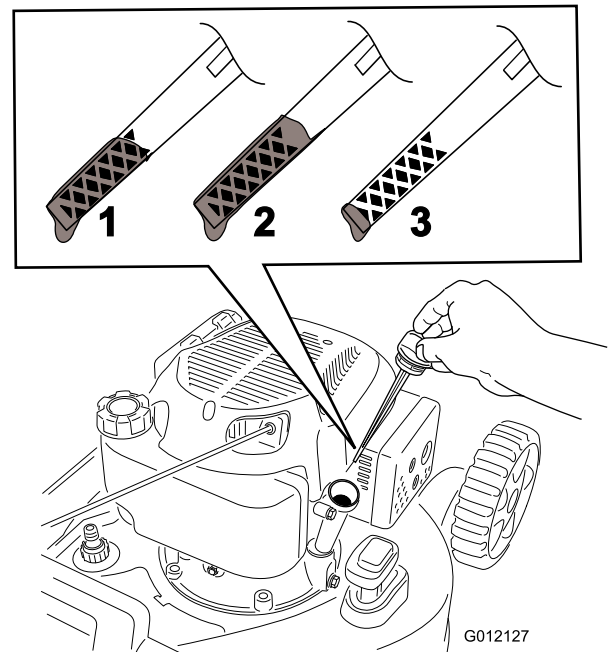

Figura 11
2. Retire la varilla (Figura 11).
5. Retire la varilla y compruebe el nivel de aceite en la misma (Figura 11).